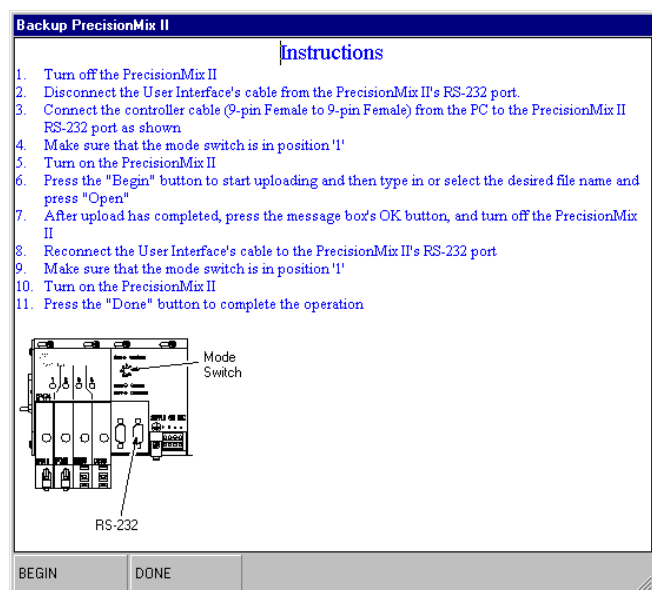

Fig. 13.9
8. Appuyer sur le bouton DEBUT dans la fenêtre d'instructions pour commencer la sauvegarde. Voir Fig. 13.9.
14. Appuyer sur le bouton Done pour fermer la fenêtre d'instructions. Voir Fig. 13.9.